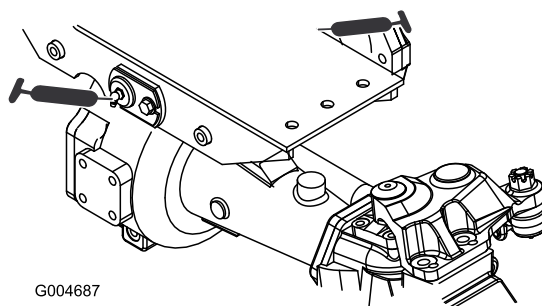

Figure 39
- 2 bagues de pivot d'essieux avant et arrière (Figure 39)